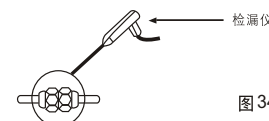

图 34
- 3 在接口处用检漏仪或者肥皂水来检查是否有泄漏。(图 34)
- 4 用⑬塑料绝缘带把铜管和连接电缆包起来。